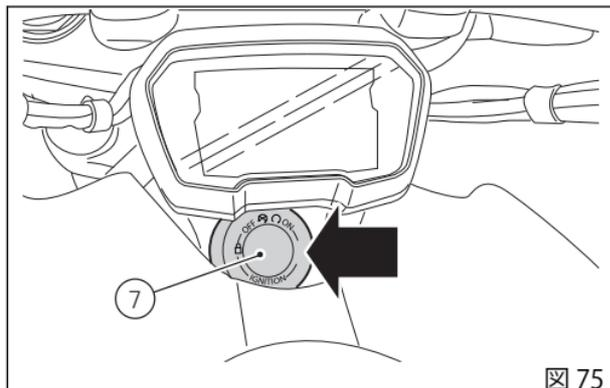

図 75
(図 75) は Hands Free ブロック (7) の位置を示し、